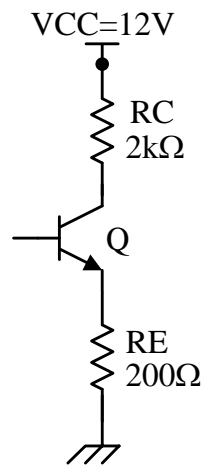

FIGURA 1. Circuito 1.
1.1) Determine el punto estático de operación y obtenga la tensión en cada uno de los terminales (tensión en el Colector (V_C), tensión en la Base (V_B) y la tensión en el Emisor (V_E)) del BJT, para los circuitos de la Figura 1, 2, 3, 4 y 5. El valor de V_{BE} y β , deben obtenerlo del manual del fabricante según el transistor a utilizar.
2.1) Mida la tensión en cada uno de los terminales del transistor y obtenga el punto estático de operación para el circuito de la Figura 1, 2 y 3.